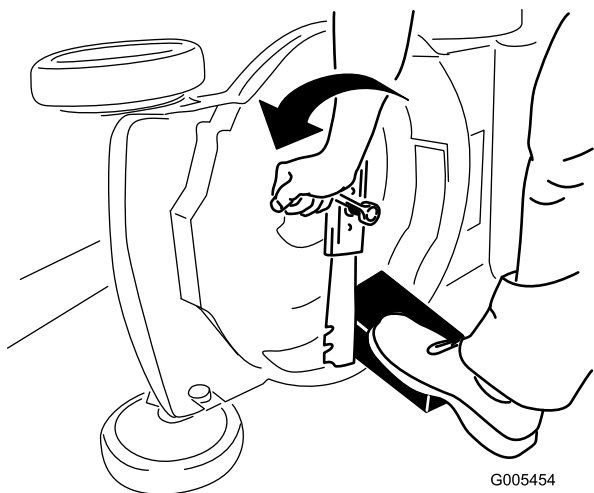

Figura 36
3. Usate un blocco di legno per tenere ferma la lama (Figura 36).
4. Togliete la lama e conservate la bulloneria di montaggio (Figura 36).